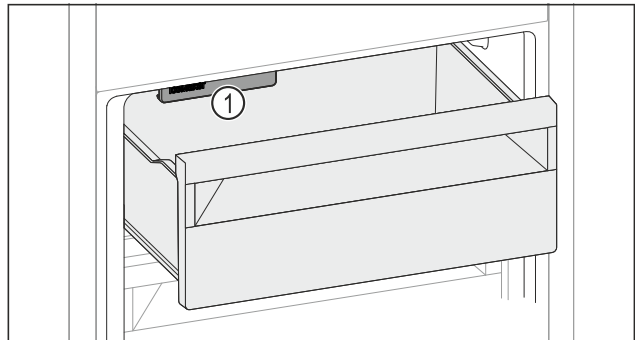

Fig. 158
- ▶ Внимавайте за IceMaker Fig. 158 (1).